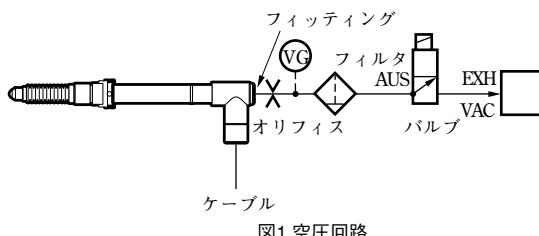

図1.空圧回路
- エアーリフター取付口を通じて、真空ポンプなどの利用で測定子操作をする場合には、図1のような構成の空圧回路を用いますと、エア駆動が可能となります。真空圧は40~66.7 kPa程度が適当です。また、吸排気速度をコントロールするため、専用チューブの先には図2のようなオリフィスを設けてください。測定子は排気により引込み操作となります。